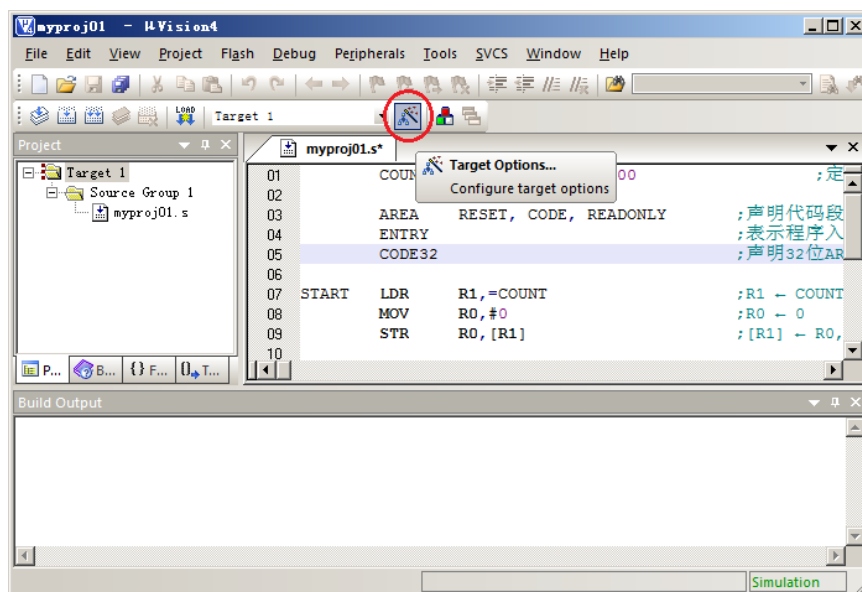
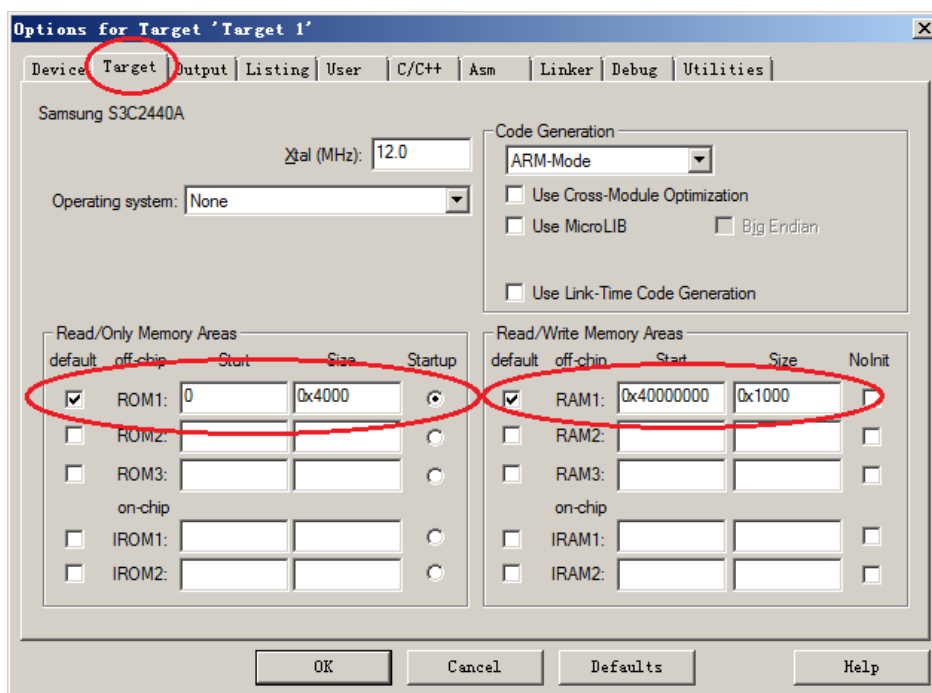

图 1-8 设置工程选项
图 1-9 设置存储器映射
(3) 设置工程选项，存储器映射。见图 1-8、图 1-9。